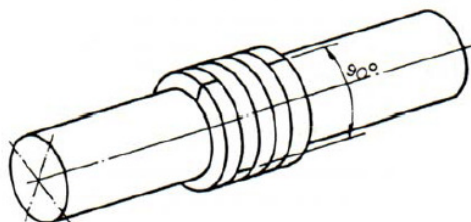

Fig. 21 – Posição dos anéis defasados em 90°
- Proceder a montagem na sequência inversa da desmontagem, introduzindo cada peça no interior da câmara com o auxílio do aperta gaxeta. Os anéis de gaxeta deverão ser montados com o corte defasado cerca de 90° um em relação ao outro. (Vide Fig. 21).